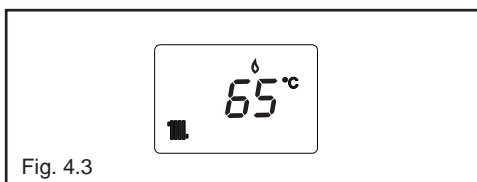

Fig. 4.3
Il visualizzatore digitale (4) indica la temperatura dell'acqua riscaldamento (fig.4.3).